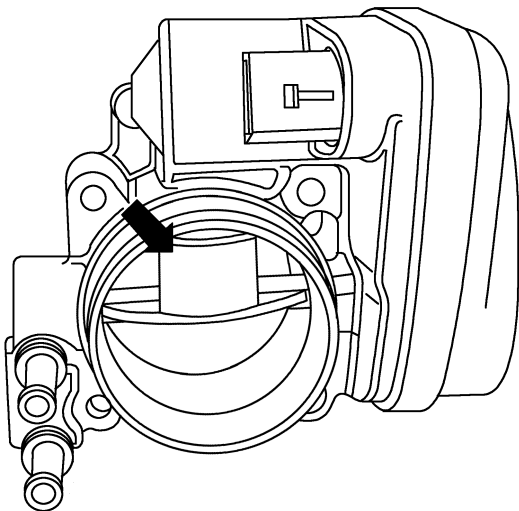

图 2-7-3 打开节气门
- 2) 用手打开节气门并用一个合适的物体(木头或塑料楔)将它锁定在打开位置，如图 2-7-3 所示。